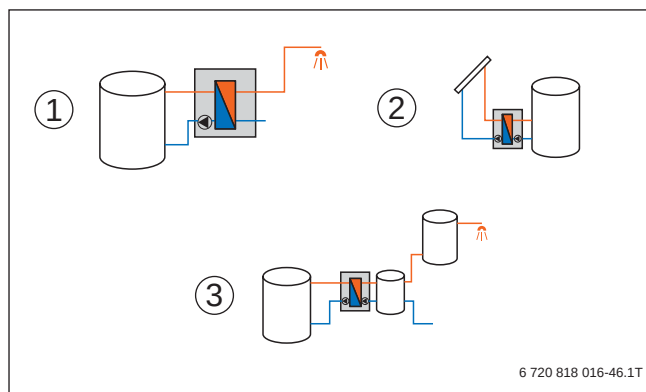

Рис. 62 Варіанти застосування SC300
- Сонячна установка: автономно регульована сонячна установка з SC300 та модулем SM200, адреса 10; опціонально з додатковим модулем SM100, адреса 2, для розширення функцій див. рис. 62, поз. 4 та розділ 5.7.1, стор. 78
- Гаряча вода: станція підігріву прісної води FS/2 або FS ... /3 з SC300 та модулем MS100, головний MS100 = адреса 9, виконавчий MS100 = адреса 4 ... 6 див. рис. 62, поз. 1 та розділ 5.7.2, стор. 79
- Система перевантаження: велика сонячна установка SAT-VWS з буферною станцією перевантаження Logalux SLP/3, SC300 та модуль SM200, адреса 8, для перевантаження сонячного тепла з буферного бака в бак попереднього нагріву гарячої води див. рис. 62, поз. 3 та розділ 5.7.3, стор.80